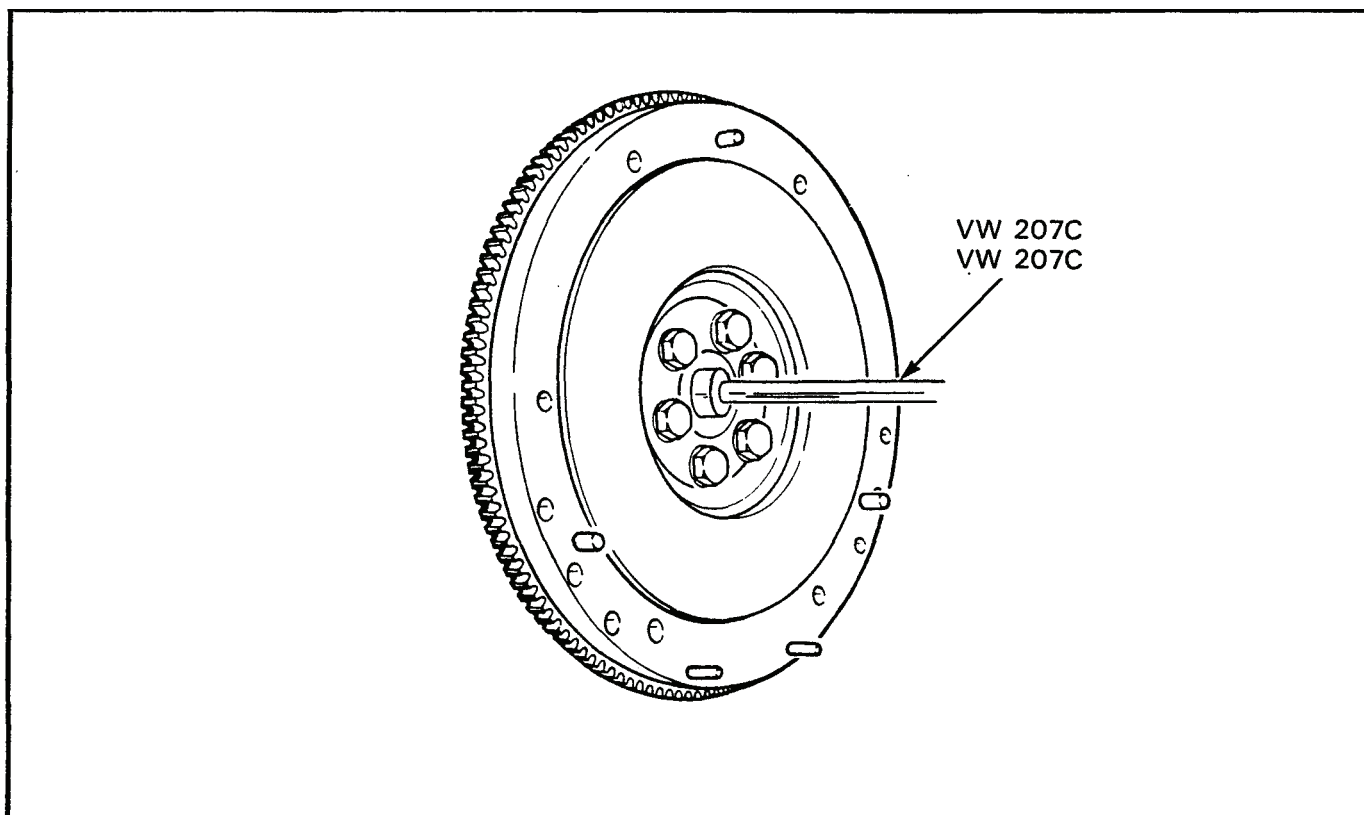

Figure 2-6-35 Installation of Crankshaft Pilot Bearing
- a. Place a new pilot bearing on the end of the bearing installer tool VW207C and install the bearing, see Figure 2-6-35. If the engine is mounted on a stand, tap in the bearing using a plastic hammer.
- a. Placer un nouveau roulement pilote sur l'extrémité de l'outil d'installation VW 207C du roulement, et installer le roulement. Voir figure 2-6-35. Si le moteur est placé sur un support, enfoncer le roulement au moyen d'un marteau de plastique.